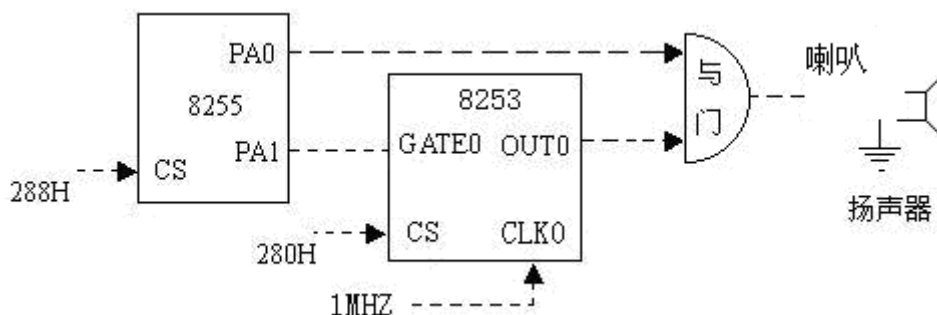

图4-24-1 电子琴电路
1、实验电路如图4-24-1，8253的CLK0接1MHz时钟，GATE0接8255的PA1，OUT0和8255的PA0接到与门的两个输入端，K8跳线连接喇叭，编程使计算机的数字键1、2、3、4、5、6、7作为电子琴按键，按下即发出相应的音阶。